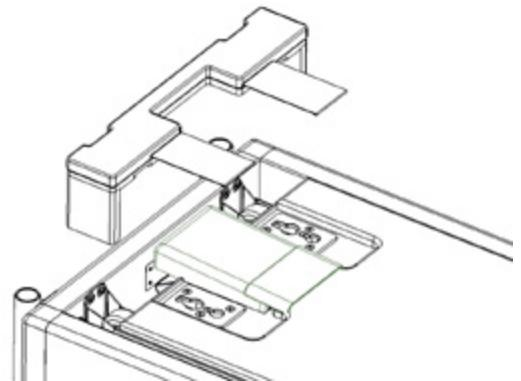

Fig. 18
3. Far rotolare il carrello verso l'estremità della testa del telaio. Una volta raggiunta quest'area, calare il gruppo Mat Caster Cover tra il telaio e il carrello. Questo fungerà da fermo per il carrello e coprirà i caster (vedere fig. 18). Le lingue andranno al di sopra delle piastre per le spalle, quando i poggiaspalle sono rimossi.